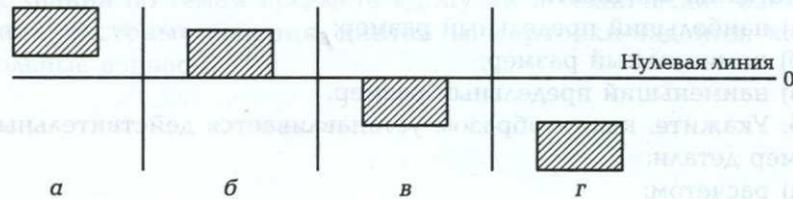

Рис. 1.1
7. Подчеркните, в каком из вариантов графического изображения полей допусков на рис. 1.1 верхнее отклонение равно нулю: а; б; в; г.